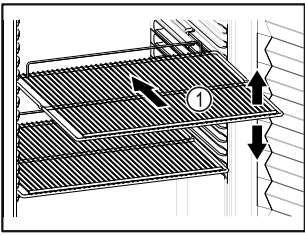

Fig. 40 Simbolična slika
- Če je odlagalna rešetka Fig. 40 (1) premična, jo prilagodite po višini.